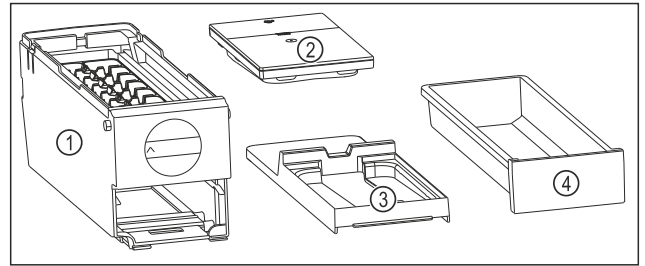

Fig. 84 Części dla EasyTwist-Ice
- ▷ EasyTwist-Ice jest rozłożony na cztery części. (patrz Fig. 84)
- ▶ Należy demontować EasyTwist-Ice wyłącznie na przedstawione części. (patrz Fig. 84)
- ▶ Czyścić korpus EasyTwist-Ice Fig. 84 (1) w całości.